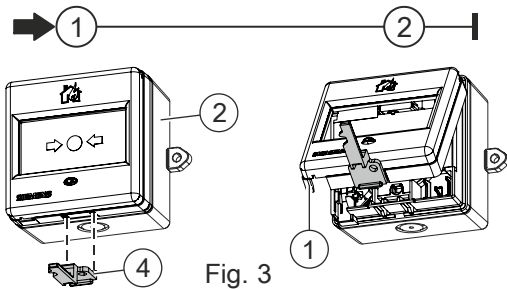

Fig. 3
1. Insert the key (4) into the manual call point from below and pull the housing cover (1) forward and away from the switching unit (2) (as in Fig. 3).
1. Insert the key (4) into the manual call point from below and pull the housing cover (1) forward and away from the switching unit (2) (Fig. 3).
1. Setzen Sie den Schlüssel (4) von unten in den Handfeuermelder ein und ziehen Sie den Gehäusedeckel (1) nach vorne vom Schaltungseinsatz (2) ab (ähnlich Fig. 3).
1. Setzen Sie den Schlüssel (4) von unten in den Handfeuermelder ein und ziehen Sie den Gehäusedeckel (1) nach vorne vom Schaltungseinsatz (2) ab (Fig. 3).